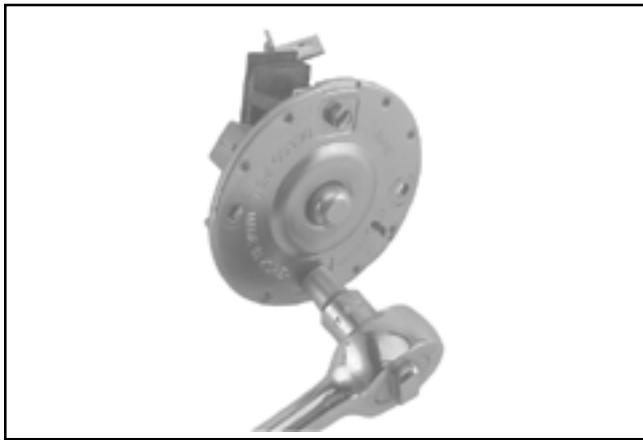

Figura 8-55. Rimozione del portaspazzole.
2. Rimuovere le due viti che fissano il gruppo portaspazzole al cappuccio terminale (alla piastra). Notare l'orientamento per il successivo riassemblaggio. Vedere Figura 8-55. Gettare il vecchio gruppo portaspazzole.